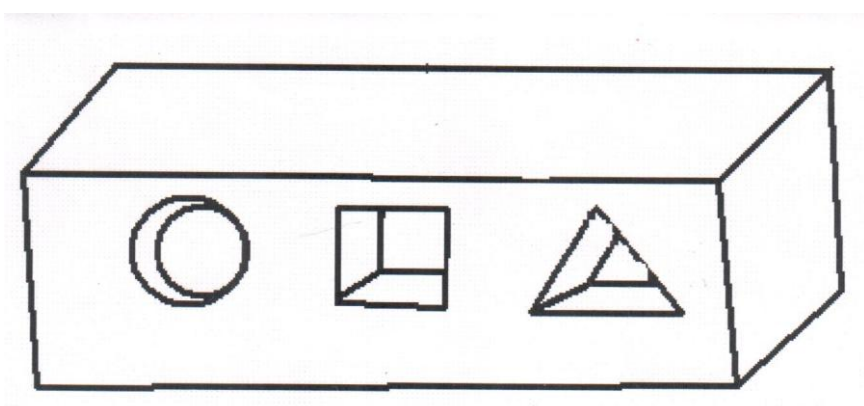

Рисунок 6 – Универсальная пробка
4.2.11 **Универсальная пробка.** Если участники команд быстро и правильно справляются с заданиями (остается время урока), то можно предложить командам творческое задание. Выполнить комплексный чертеж одной пробки (3 проекции), которая плотно закрывает любое из трех отверстий детали рис.6 и может пройти насквозь детали.